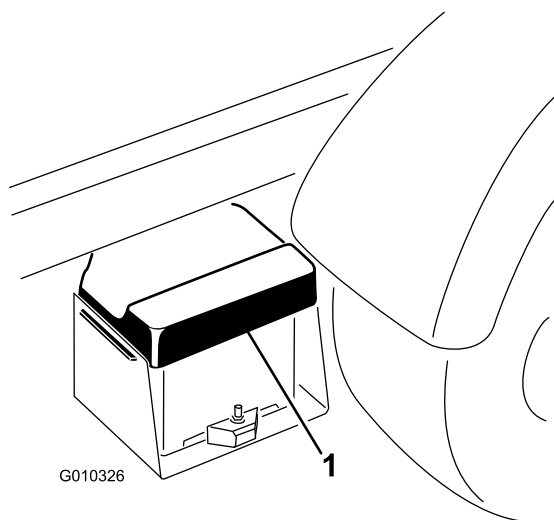

Рисунок 53
1. Сожмите крышку аккумулятора, чтобы высвободить лапки из корпуса аккумулятора. Снимите крышку аккумулятора с корпуса аккумулятора (Рисунок 53).